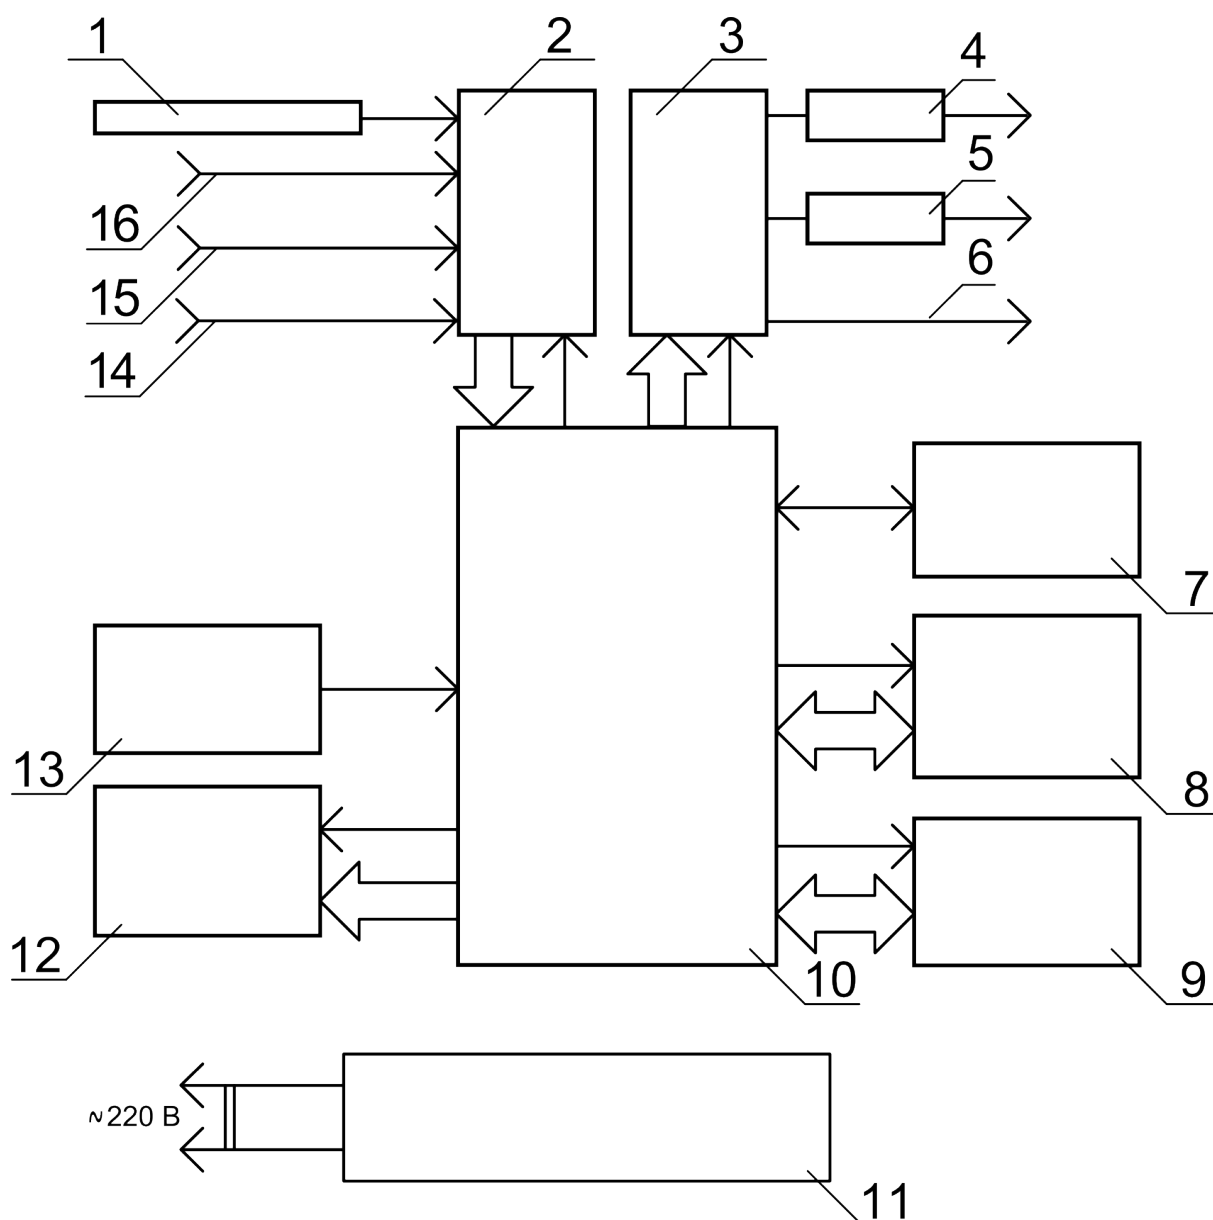

Рис. 1. Прибор жидкости электрохимический лабораторный МУЛЬТИТЕСТ ИПЛ. Схема функциональная
3.2.2. Функциональная схема прибора приведена на рис. 1.